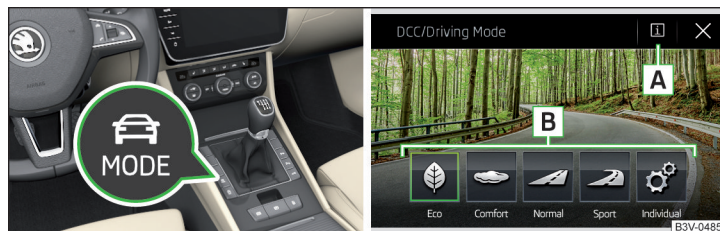

Fig. 306 Tasta pentru selectarea regimului de deplasare / Afișajele de pe ecranul Infotainment
► Apăsăți tasta » fig. 306.
Pe ecranul Infotainment se afișează următoarele suprafețe de comandă funcții » fig. 306.
► Prin atingerea suprafeței de comandă funcții corespunzătoare de pe ecranul Infotainment » fig. 306.